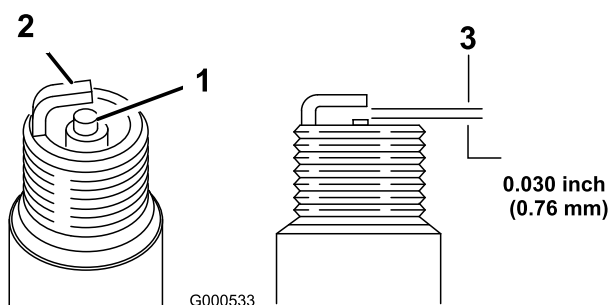

Figure 35
11. Réglez l'écartement des électrodes à 0,76 mm (0,030 po) (Figure 35).